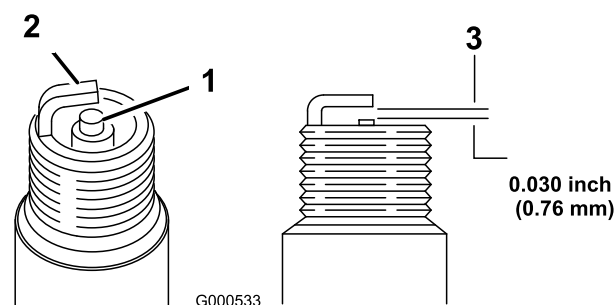

図 50
- すきまゲージでエア・ギャップの点検を行い、隙間の大きさが適切でなければ側面の電極を注意深く曲げて調整する(図 50)。
1. 中央の電極部(図 50)を観察する。